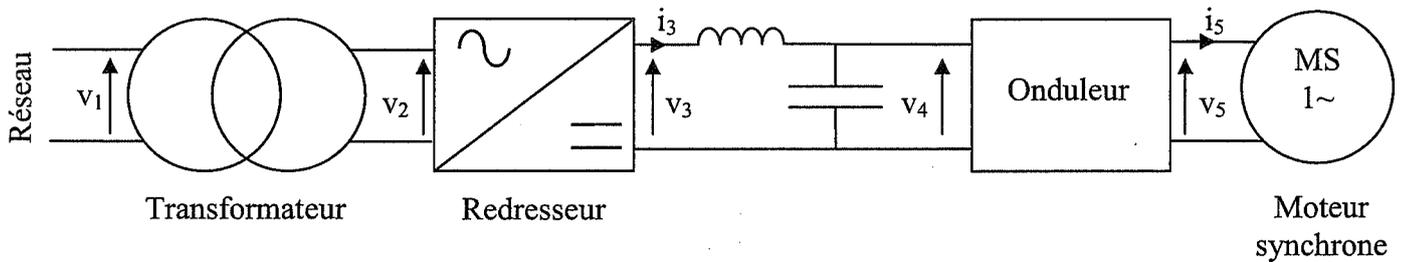

Figure 3
Le tracé de la partie utile, supposée linéaire, de la caractéristique mécanique du moteur  $T_{u1}(n)$  pour une fréquence  $f = f_1 = 50 \text{ Hz}$  et pour une tension  $U = U_1 = 400 \text{ V}$  est donné sur la figure 3 du document réponse 2, page 8.
3.1. Tracer la caractéristique mécanique du couple résistant  $T_r(n)$  sur la figure 3 du document réponse 2. En déduire les coordonnées du point de fonctionnement.
Le schéma de principe de l'alimentation à fréquence variable du moteur synchrone est donné sur la figure 3 ci-dessous :